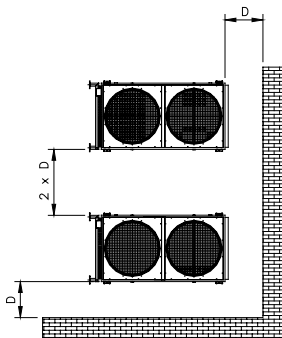

Figura 2 / Figure
- Deberá mantenerse la distancia mínima entre aparatos, paredes adyacentes, u otros eventuales obstáculos, que permita la libre circulación del aire. Esta distancia (Ver figura 2) puede calcularse con suficiente aproximación